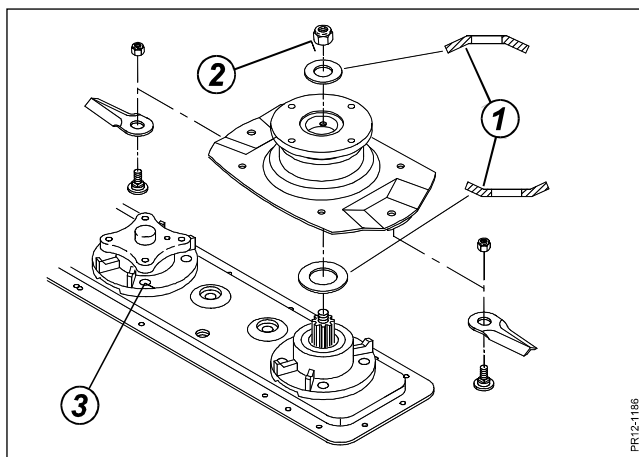

Fig. 5-12
Fig. 5-12 Fjederskiven (1) over indgangsskiven vendes, som vist, med den buede side opad. Møtrikken (2) spændes til **190 Nm** (19 Kpm). Boltene (3), der fastholder skivelejehuset til bjælken, spændes til **85 Nm** (8,5 Kpm).